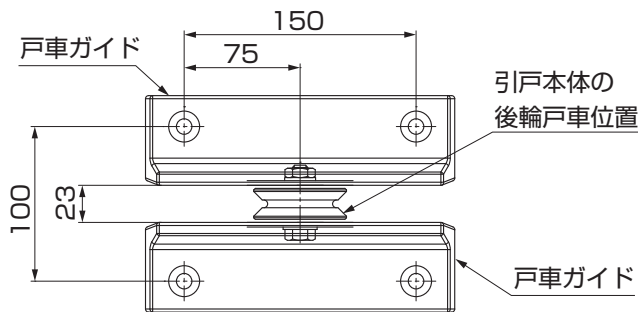

図8-2
②引戸本体を閉めた状態で引戸本体の戸車の位置にあわせて戸車ガイドを後輪の両サイドに位置合わせしてください。(図8-2参照)